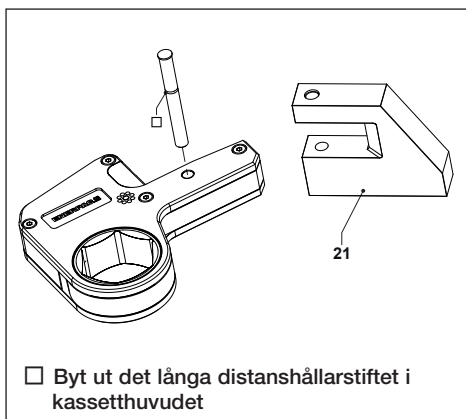

Fig. 7
3.4.2 Montering av WRP-seriens spjärnskovel (Fig. 7)
- Montera kassetten i utskärningen på WRP-seriens spjärnskovel (21) så att hålen i skoveln riktas upp mot hålen i kassetten.